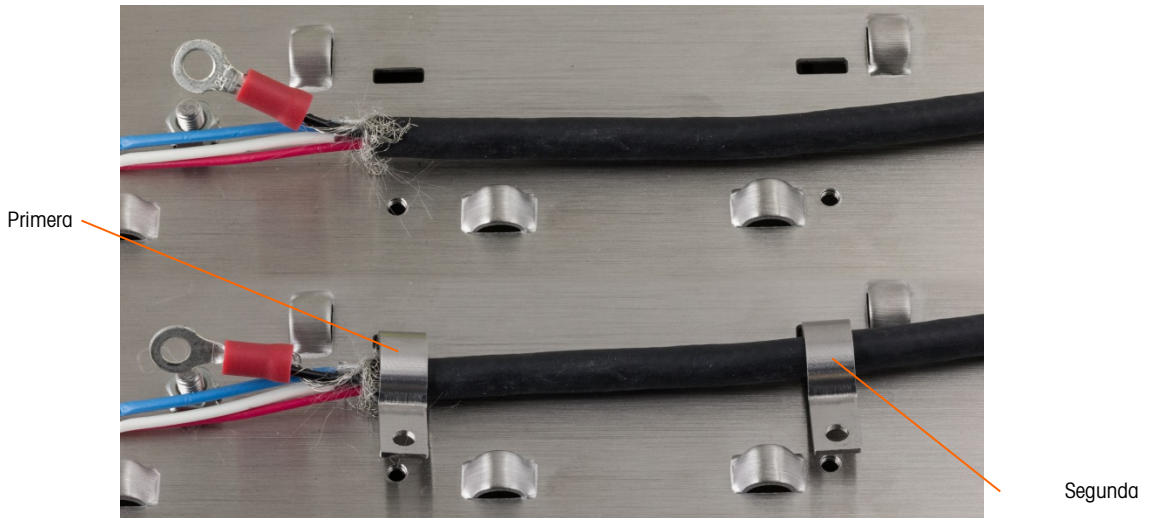

Figura 2-84: Fijación del cable PowerMount – Montaje en panel
14. Coloque el cable en posición para sujetarlo, como se muestra en la Figura 2-84. Los alambres del blindaje plegado deben colocarse debajo de la primera abrazadera para formar una conexión a tierra con el chasis del terminal.